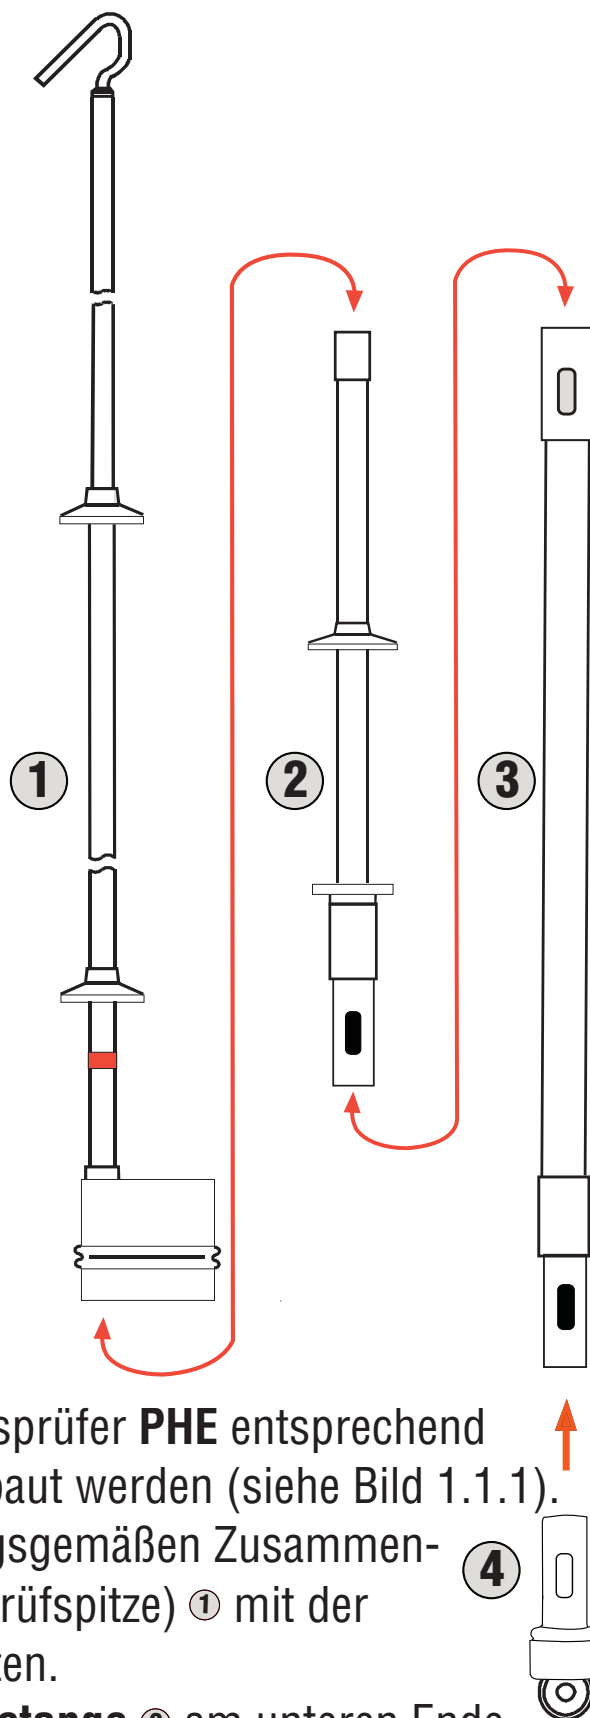

Bild 1.1.1
Art.-Nr. 766 889 siehe Bild 1.1.1
Vor dem Einsatz muß der Spannungsprüfer **PHE** entsprechend seiner Beschilderung zusammengesetzt werden (siehe Bild 1.1.1).
Beim Zusammenbau wird die **Isolierstange** ② am unteren Ende des **Prüfkopfes** (am Anzeigegerät, M12 Gewinde) ① handfest eingeschraubt (siehe Bild 1.1.1 und 1.1.2).